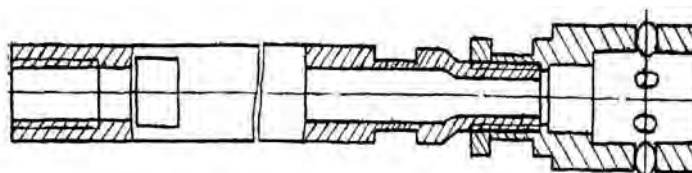

Рис. 26. Штанга специальная
**Штанга специальная** (рис. 26) соединяет водоподъемные штанги с поршнем водоподъемного устройства. На одном конце штанги навернута на резьбе втулка с шариками, на другом — внутренняя резьба М12.